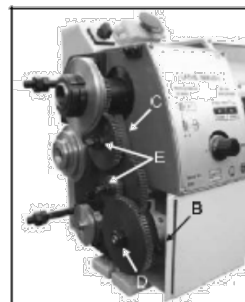

Fig. 19
3. Løsn skruen (B, fig. 19) i kvadranten.
4. Sving kvadranten (C, fig. 19) til højre.
5. Løsn møtrikken (D, fig. 19) fra ledeskruen eller møtrikkerne (E, fig. 19) fra kvadrantelektroderens bolte, for at fjerne ændringen i gear forfra.